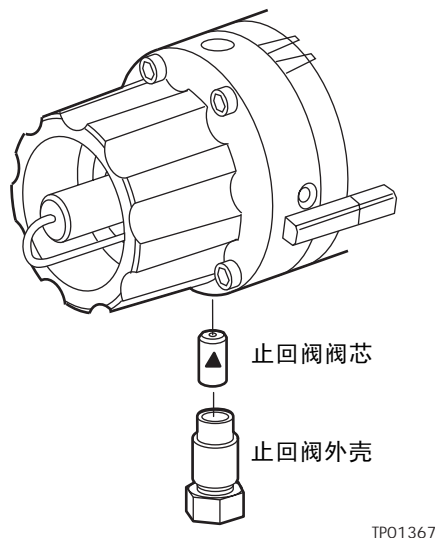

图 7-6 入口止回阀
3. 使用 1/2 英寸扳手夹住入口止回阀外壳，同时使用 5/16 英寸扳手拆下入口止回阀的压力螺丝（图 7-6）。
4. 使用 1/2 英寸扳手将止回阀外壳从歧管拆下（图 7-6）。